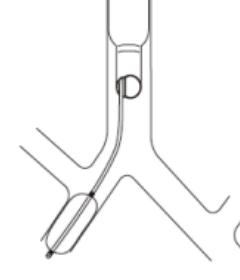

Fig.10
4. For en pasient med den øvre flikken av høyre lunge plassert veldig nær den trakeale bifurkasjonen, kan blokking av midtre og nedre fliker av høyre lunge, i stedet for hele høyre lunge, oppnås ved å plassere blokkeringen i den mellomliggende bronkien (Fig. 10).